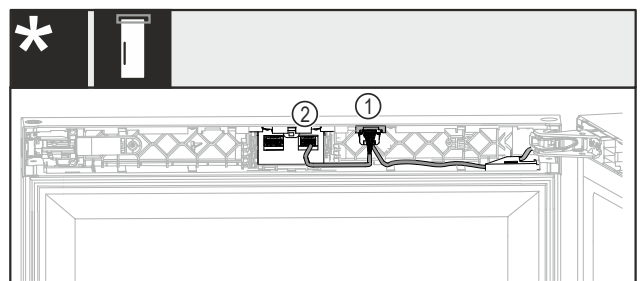

Fig. 31 Sans verrou ou verrou mécanique
- Insérer le connecteur avec les deux câbles Fig. 31 (1) dans le guide.
- Insérer le connecteur avec un câble Fig. 31 (2) dans le logement droit.